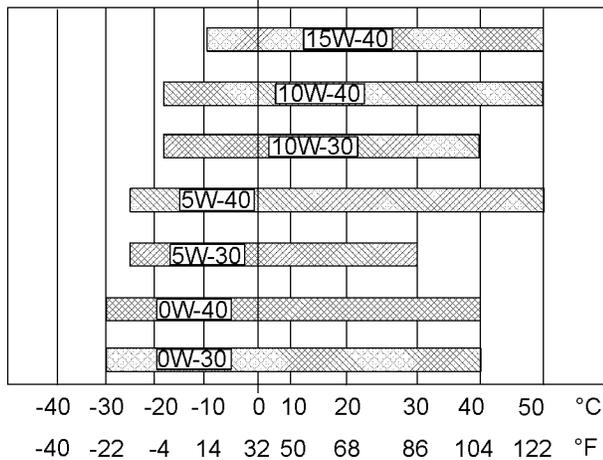

图 46
请参阅图 46 (最低温度) 以确定发动机冷启动时所需要的机油粘度。
请参阅图 46 (最高温度) 以选择发动机在预期的最高环境温度下运行时所需要的机油粘度。
- 请参阅适用的“机油粘度”。为找到适合您的发动机的机油粘度等级，请参阅图 46。